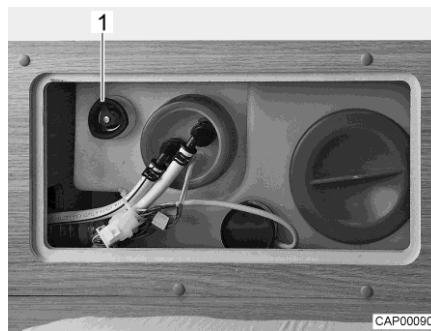

Fig. 124 Serbatoio dell'acqua con maniglia girevole
- Sul serbatoio dell'acqua ruotare la maniglia girevole (Fig. 124,1) in senso antiorario, oltre la resistenza verso l'esterno fino all'arresto, per aprire completamente l'apertura di scarico.